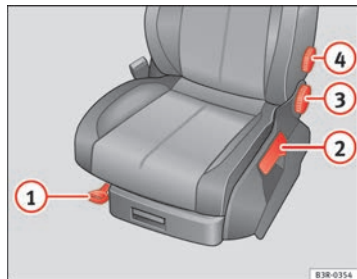

Fig. 106 Comandi sul sedile del conducente
- Sollevare la leva ① ⇒ fig. 106 e spostare il sedile nella posizione desiderata.
- Lasciare la leva ① e spingere ancora il sedile fino a far scattare il dispositivo di bloccaggio.
- Tirare ripetutamente la leva ② ⇒ fig. 106 fino a raggiungere la posizione desiderata.
- Girare la manopola per modificare l'inclinazione dello schienale (3) ⇒ pag. 140, fig. 106).
- Per regolare il supporto lombare si deve girare l'apposita rotella (4) ⇒ pag. 140, fig. 106 evitando di gravare con il peso del corpo sullo schienale.